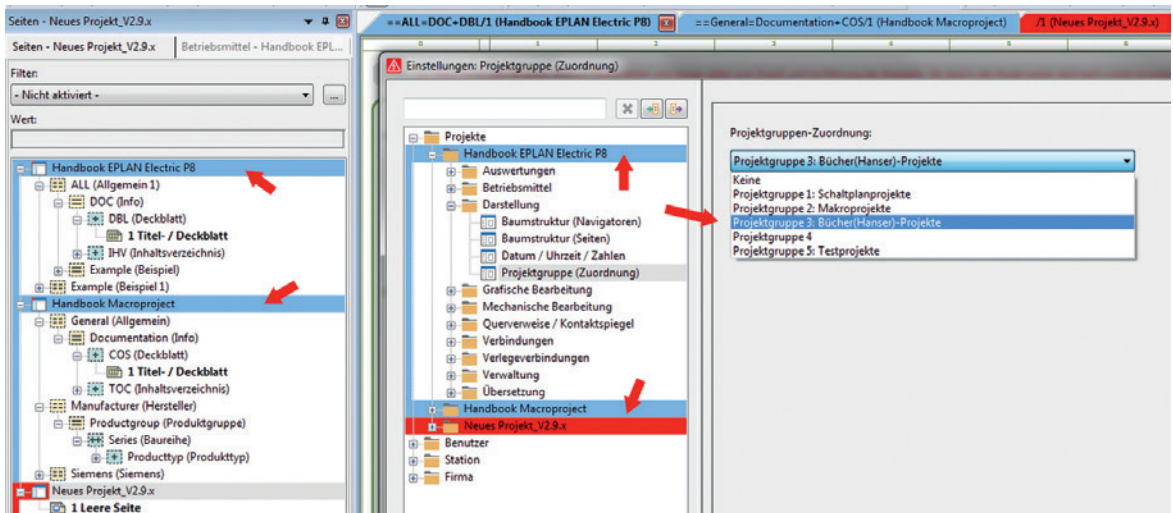

Bild 2.16 Einstellungen Projektgruppe (Zuordnung)
- **Projektgruppe (Zuordnung)** beinhaltet Einstellungen, um verschiedene Projekte in Gruppen einzuordnen, damit sie eine einfache, farbliche Zuordnung erhalten (»Übersichtlichkeit in den Navigatoren«). Das bedeutet, dass Projekte, beispielsweise eines bestimmten Kunden, »eingefärbt« in den Navigatoren angezeigt werden können. Die globale Einstellung (Farbenzuordnung und weitere zusätzliche Navigatoren) befindet sich in den Einstellungen **BENUTZER/DARSTELLUNG/PROJEKTGRUPPEN (DEFINITIONEN)**, siehe Bild 2.16.